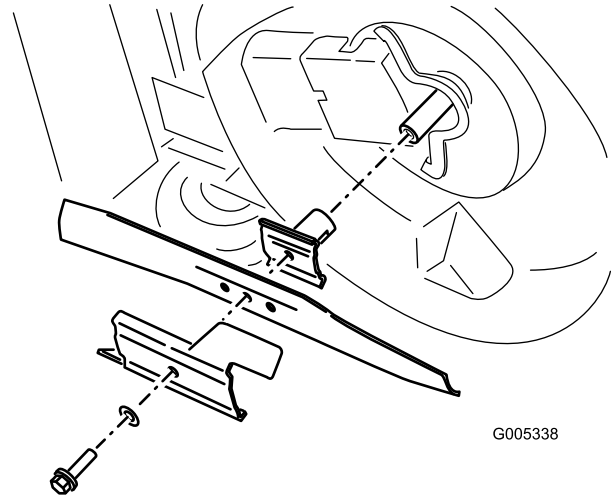

Figure 2
6. Montez une lame Toro équilibrée et bien affûtée avec les fixations enlevées précédemment (Figure 2). À l'aide d'une clé dynamométrique, serrez le boulon de la lame à 82 Nm (60 lb-pi).